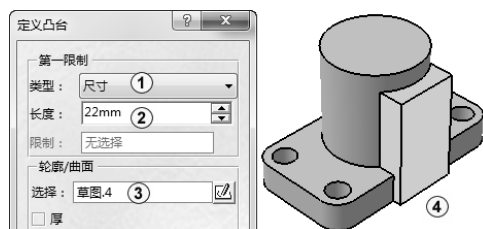

图 3-58 拉伸长方体
单击“凸台”按钮，系统弹出“定义凸台”对话框，单击“类型”下拉列表框，在弹出的下拉列表中选择“尺寸”，在“长度”文本框中输入 22，在“轮廓/曲面”选项组中的“选择”框中系统自动选择了“草图.4”作为拉伸面，其他采用默认设置，单击“确定”按钮完成凸台操作，如图 3-58 中①~③所示。结果如图 3-58 中④所示。单击屏幕最下方的“全部适应”按钮，单击屏幕下方的“等轴测视图”按钮.